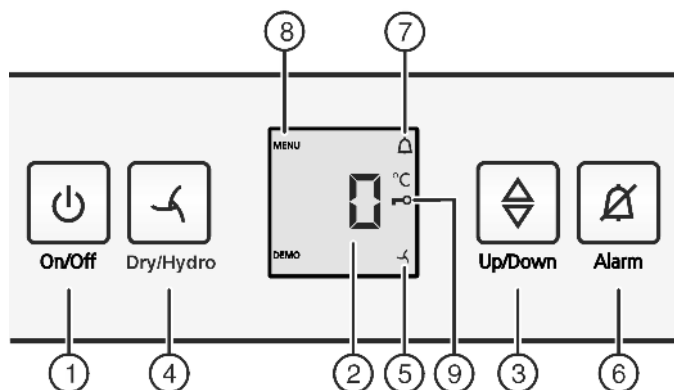

Fig. 2
- ▶ нажмите кнопку On/Off Fig. 2 (1).
- ▶ Активация режима настройки: удерживайте кнопку «Dry/Hydro» Fig. 2 (4) прилбл. 6 секунд.
- ▷ Символ меню Fig. 2 (8) горит.
- ▶ Коротко нажмите кнопку Dry/Hydro Fig. 2 (4) для подтверждения.
- ▶ Для включения защиты от детей коротко нажмите кнопку Dry/Hydro Fig. 2 (4).
- ▷ Символ "Защита от детей" Fig. 2 (9) горит. На индикации мигает **c**.
- ▶ Для выключения защиты от детей коротко нажмите кнопку Dry/Hydro Fig. 2 (4).
- ▷ Символ защиты от детей Fig. 2 (9) гаснет. На индикации мигает **c**.
- ▶ Выход из режима настройки: Нажать кнопку "On/Off" Fig. 2 (1).
- ▶ Нажмите кнопку Alarm Fig. 2 (6).